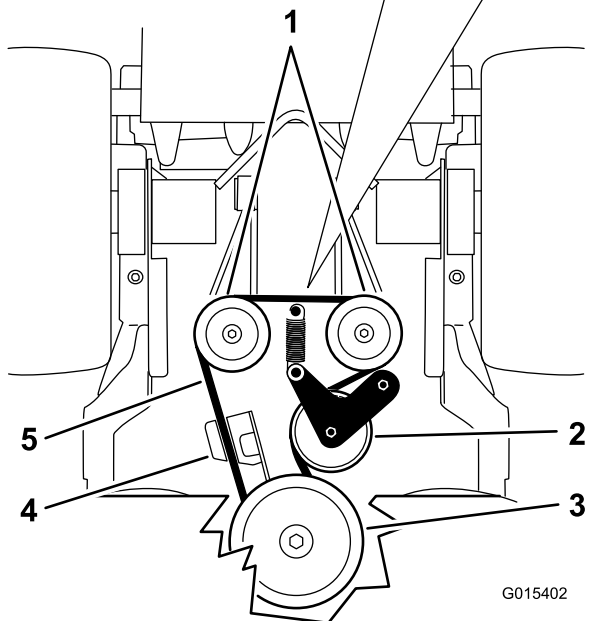

Figura 66
5. Retire o parafuso com olhal, porca e anilha da plataforma do motor e ligado à mola (Figura 66).
6. Retire a correia de accionamento da bomba (Figura 66).
8. Instale a mola no parafuso com olhal e anilha e ligue-a à plataforma do motor com a porca (Figura 66).